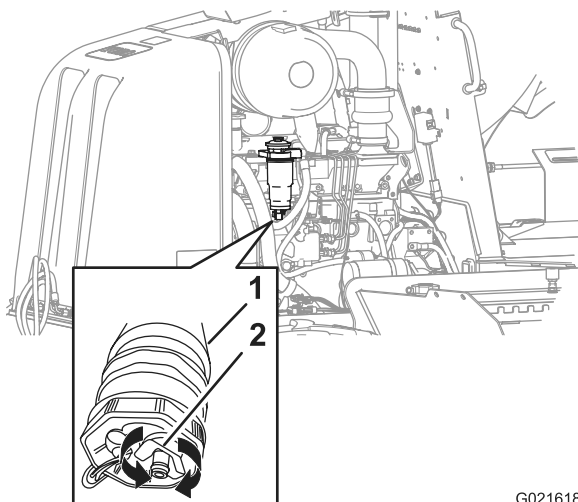

Bild 53
2. Stellen Sie eine Auffangwanne unter den sekundären Kraftstofffilter (Bild 53).
3. Drehen Sie das Abflussventil unten am sekundären Kraftstofffilter zwei oder drei Umdrehungen nach links und lassen Sie Wasser und Ablagerungen vom Kraftstoff-Wasserabscheider des Kraftstofffilters ablaufen (Bild 53).
4. Wenn sauberer Kraftstoff austritt, drehen Sie das Abflussventil nach rechts, bis es geschlossen ist (Bild 53).